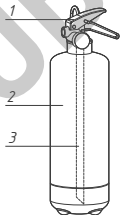

Рисунок 1 (не определяет конструкцию изделия)
2.1 Конструкция огнетушителей на рис. 1. Огнетушители состоят из корпуса 2, в горловину которого ввернуто ЗПУ 1 с сифонной трубкой 3.